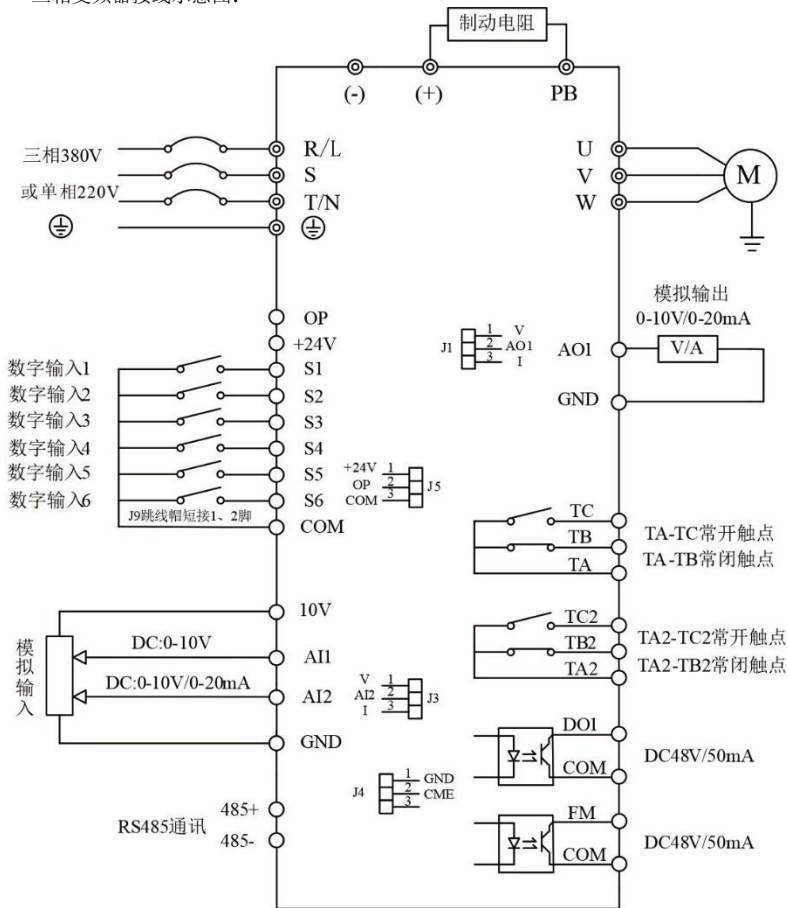

图 3-1 0.75-7.5kW 变频器接线图
- 1) 请垂直安装变频器, 便于热量向上散发。但不能倒置。若柜内有较多变频器时, 最好是并排安装。在需要上下安装的情况, 请参考图 3-1 的示意, 安装隔热导流板。
- 2) 安装空间遵照图 3-1 所示, 保证变频器的散热空间。但布置时请考虑柜内其它器件的散热情况。